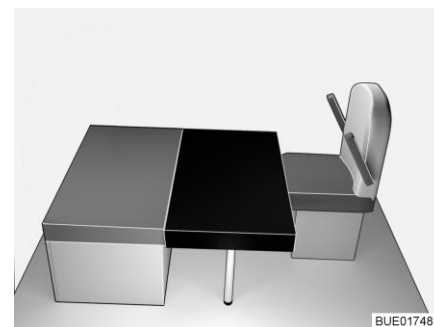

Fig. 152 Dopo la trasformazione
- Collocare il cuscino aggiuntivo rettangolare sul tavolo (davanti al cuscino dei sedili, vedi Fig. 152). La sezione nel cuscino aggiuntivo è appoggiata contro la parete di sostegno anteriore.